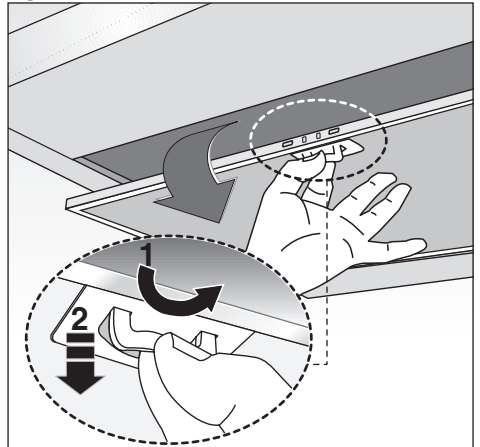

Fig.15
Tilslut ikke udledningen fra emhætten med et rør, hvori der cirkulerer varm luft eller som anvendes til at udlede røg fra apparater, der ikke bruger elektrisk energi. Inden man begynder monteringen fjernes filtret (Fig.15) for at gøre håndteringen af apparatet lettere.
- Hvis, Deres apparat er udstyret med en nedre skorstensdel, som skal fastgøres til emhættedelen ved hjælp af skruer, fjern da filtrene til opslugning af fedt, ved tryk på lukkemekanismen på emhætten (Fig.15).